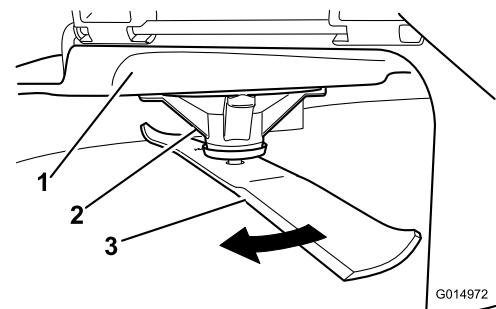

Figura 64
2. Llevando guantes fuertemente acolchados u otro tipo de protección apropiada para las manos, gire lentamente la cuchilla hasta una posición que permita medir la distancia entre el filo de corte y la superficie nivelada en la que descansa la máquina (Figura 64).